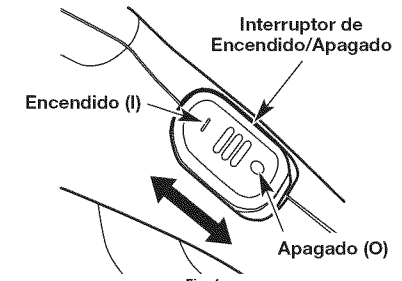

Fig. 4
- Mueva el interruptor hacia delante para ponerlo en la posición ENCENDIDO (ON) (I) (Fig. 4).
- Mueva el interruptor hacia atrás para ponerlo en la posición APAGADO (OFF) (O) (Fig. 4).